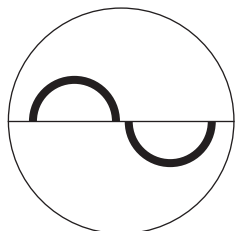

图1：在视场中央的半圆图像
- 使用裂隙灯操纵杆控制，进行任何必要的修正，直到压平表面显示为两个相同面积的半圆表面，处于视场中央（图1）。操纵杆向下轻微调整不会影响半圆图像的大小。